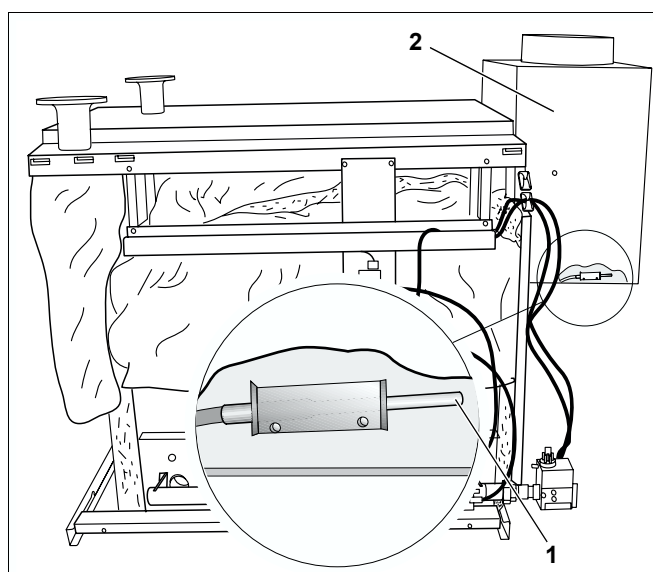

Рис. 14 Проверка температуры дымовых газов
- Открутить датчик дымовых газов (рис. 14, **поз. 1**, два датчика температуры дымовых газов, по одному на горелку) от прерывателя тяги (рис. 14, **поз. 2**).
- При работающей горелке удерживать наконечник датчика температуры (рис. 14, **поз. 1**) в середине потока дымовых газов. Подача газа прекращается максимум на 120 секунд, и горелка выключается. Примерно через 20 минут горелка автоматически включится, так как остается потребность в тепле.
- Установить датчик температуры дымовых газов (рис. 14, **поз. 1**) на место.